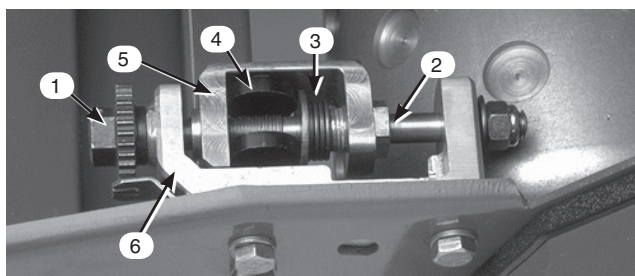

図45
1. ベッド・バー調整ネジ (図45) を左に回してベッドナイフとリールの接触をなくす。
2. スプリング・テンション・ネジ (7/8インチ) をゆるめて、スラスト・ワッシャがベッド・バーにまったく押し付けられていない状態にする (図45)。
3. ベッド・バー・ボルト (図45) を固定しているジャムナット (機体両側) をゆるめる。
4. 各ベッド・バー・ボルトを抜いてベッド・バーを下に引き抜いて外す。ベッド・バーの両端にナイロン・ワッシャとスチール・ワッシャが2枚ずつあるので注意する (図45)。